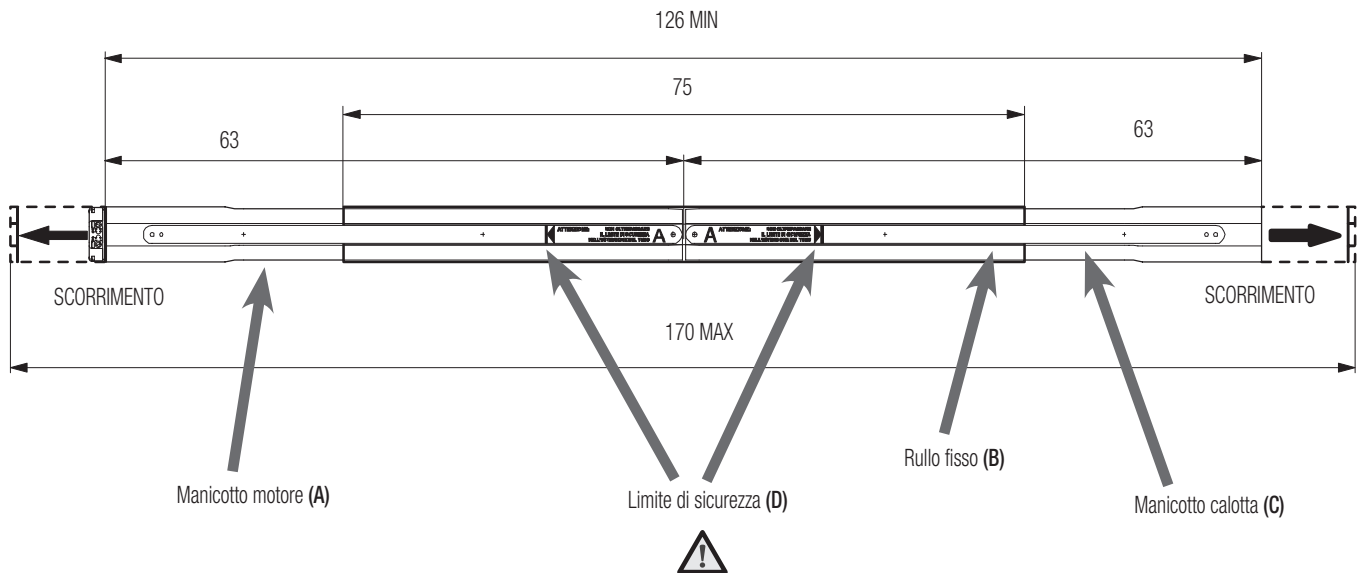

Fig. 10
Per ottenere il valore minimo occorre inserire completamente i 2 manicotti (Fig. 10 rif. **A-C**) all'interno del rullo fisso (fig. 10 rif. **B**). (Lunghezza rullo 126 cm)
Per ottenere il valore massimo occorre sfilare i 2 manicotti (Fig. 10 rif. **A-C**) dal rullo, fino al limite di sicurezza segnalato sulla piattina (Fig. 10 rif. **D**). (Lunghezza rullo 170 cm)
! QUANDO SI FANNO SCORRERE I MANICOTTI VERSO LE ESTREMITA' ESTERNE DEL RULLO FISSO, NON OLTREPASSARE MAI I LIMITI DI SICUREZZA (Fig. 10 rif. D)
4.2 ASSEMBLAGGI DESCRITTI NEI CAPITOLI 3.3 (Fig. 10)